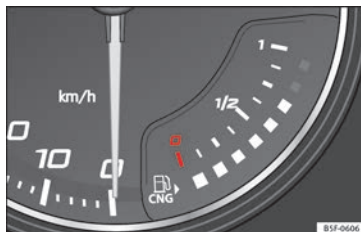

Bild 126 Bränslemätare.
När hastighetsinställningen överskrider indikeras det på instrumentpanelens display. Detta är mycket användbart, t.ex. vid användning av vinterdäck som inte är utformade för att köras över en viss hastighet » **bild 126 ④** **sidan 38**.